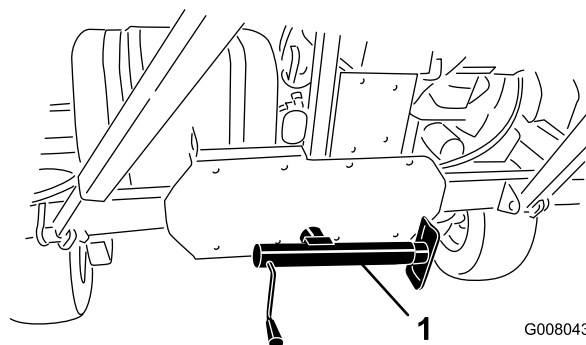

Figura 17
4. Baje el gato al suelo para estabilizar la máquina (Figura 17).